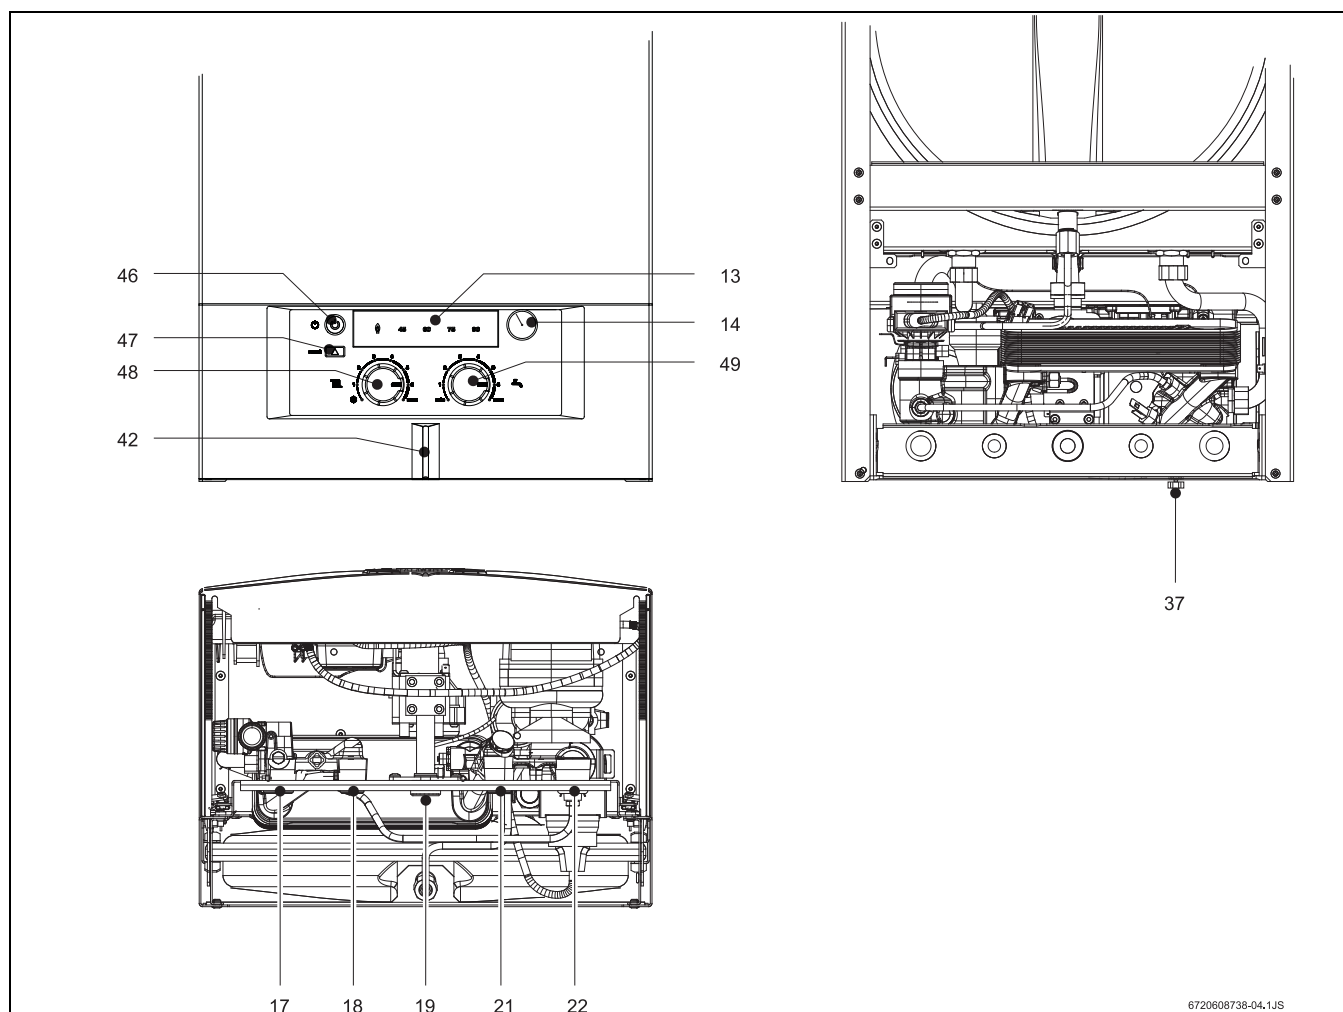

Fig. 15 Vista frontale, posteriore ed inferiore
- Aprire con cura, il rubinetto di riempimento dell'impianto di riscaldamento (Fig. 15, pos. 37)